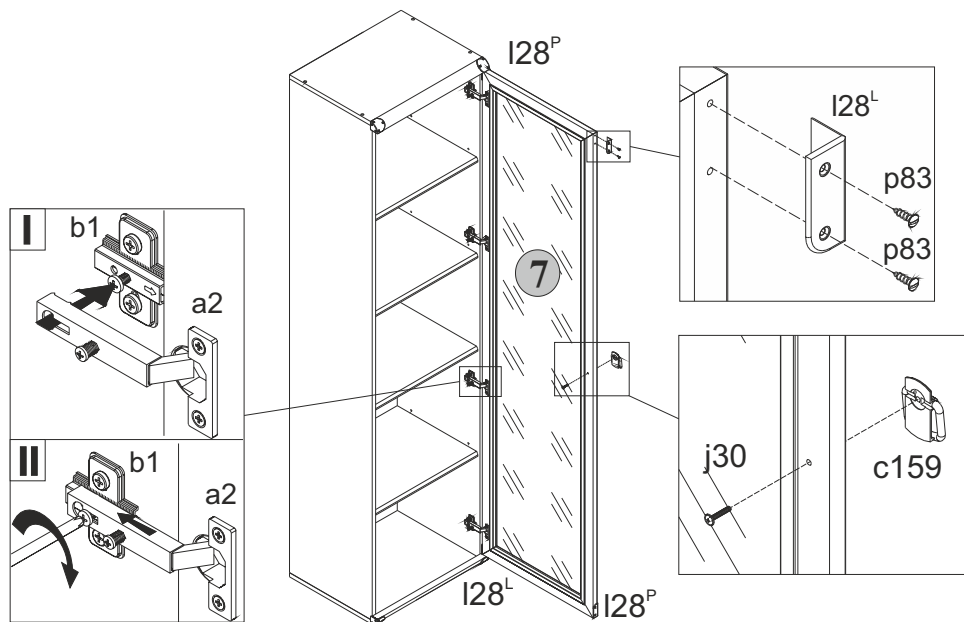

Рис. 3
5.13 Положить дверь со стеклянной вставкой **7** фасадной поверхностью вниз на ровную поверхность. Закрепить на двери петли шарнирные **a2**, пользуясь крестообразной отверткой (см.рис.3).
5.14 Навесить дверь на корпус шкафа, совместив петли шарнирные **a2** с направляющими петель **b1** (см.рис.3). При необходимости отрегулировать положение дверь вращая регулировочные винты, как показано на **рисунке 3**.